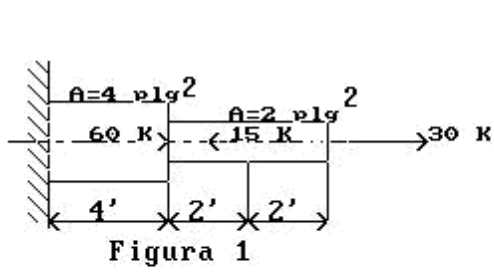

Figura 1
1.- Una barra de sección transversal variable se fija en uno de sus extremos y se somete a la acción de tres fuerzas como se muestra en la figura 1. Calcular: a) El máximo esfuerzo normal y b) La deformación total sufrida por la barra.